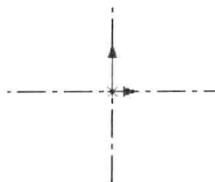

图 1.2 绘制中心线
(1) 绘制中心线。
① 选择命令。选择下拉菜单 **工具(T)** → **草图绘制实体(E)** → **中心线(C)** 命令。
② 绘制中心线。绘制经过原点的水平和垂直中心线（两条中心线都是无限长的），结果如图 1.2 所示。